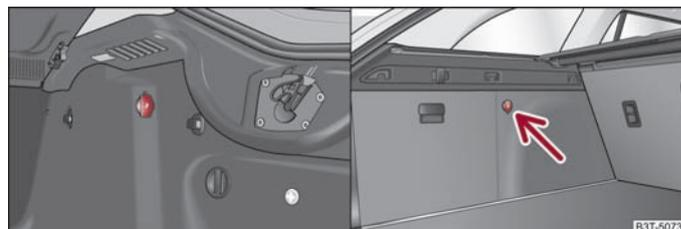

Abb. 104 Kofferraum: Steckdose / Gepäckraum: Steckdose (Combi)
- Öffnen Sie die Steckdosenabdeckung ⇒ Abb. 104.